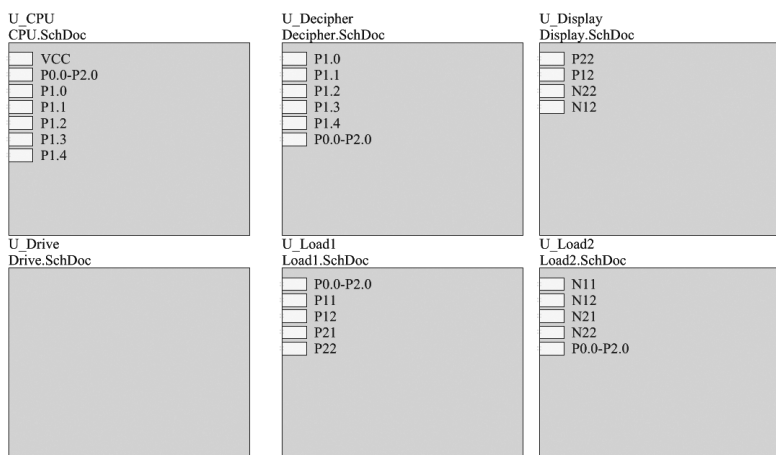

图 15-33 生成原理图符号后的顶层原理图
(5) 单击鼠标，将原理图符号放置在原理图中。采用同样的方法放置其他模块的原理图符号。生成原理图符号后的顶层原理图如图 15-33 所示。
(6) 分别对各个原理图符号和 I/O 端口进行属性修改和位置调整，然后将原理图符号